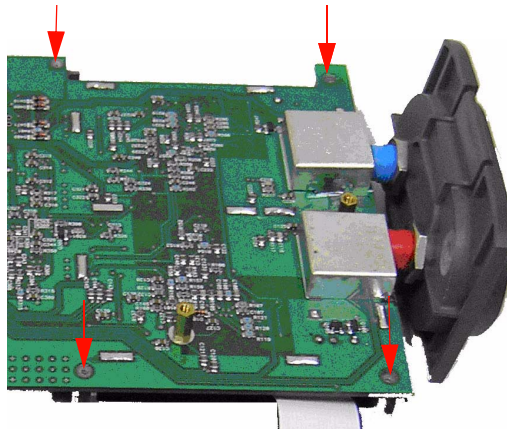

**Figura 8-13** Rimuovere le sei viti ed estrarre il cavo a nastro dalla scheda PCBA
- 2 Nella Figura 8-10 è riportata la vista anteriore della scheda PCBA. Girare la scheda PCBA con il display LCD rivolto verso il basso e rimuovere la vite che si trova nel punto indicato nella Figura 8-13.
- 4 Scollegare i connettori a pin ad entrambi i lati della scheda PCBA come illustrato nella Figura 8-13.